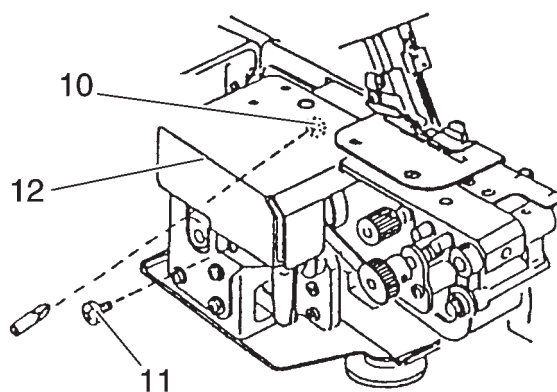

Рис. 8
- Ослабьте крепежный винт 10 (рис. 8).